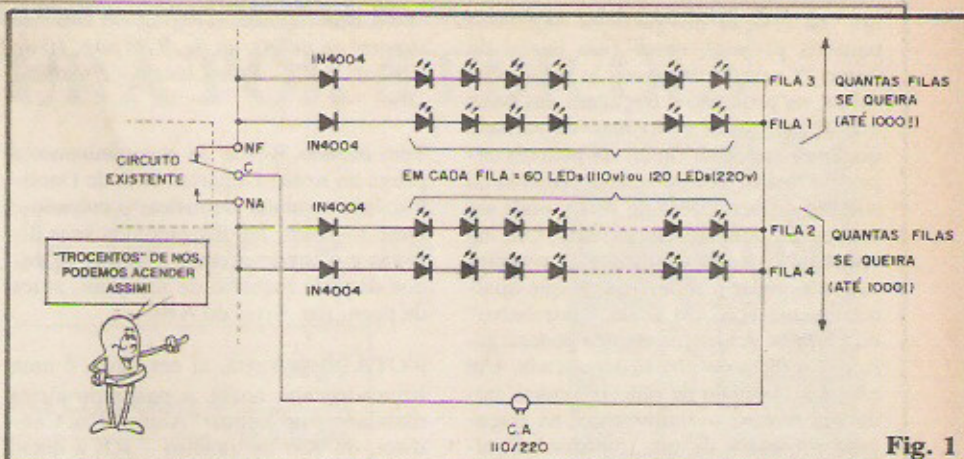

Fig. 1
Não é norma da Seção de CARTAS fazer esse tipo de "atendimento personalizado", Zé, mas como Você "molhou o lenço" direitinho (grande candidato ao Oscar...) e o seu "bom nome" profissional está em jogo, conseguiu emocionar os corações empedernidos da Equipe: a figura 1 dá todas as "dicas" para Você comandar, através dos contatos do relé do seu circuito alternante, e de maneira extremamente simples (na prática Você só precisará dos LEDs, mais alguns diodos comuns...), desde 60 LEDs até (pasmem...) 240.000 LEDs (isso mesmo: **duzentos e quarenta mil LEDs!**). E com um "bônus" representado pela possibilidade de alternar a luminosidade em blocos ou conjuntos de LEDs, ou seja: supondo que Você incorpore 120 LEDs ao sistema, em dois blocos "elétricos" de 60 LEDs cada, quando o bloco "1" acende, o bloco "2" apaga, quando o bloco "2" acende, o bloco "1" apaga, e assim por diante.... Note que o contato Comum (C) do relé deve ser ligado simplesmente a um "polo" da CA local (110 ou 220V). A cada um dos outros dois contatos do relé (**Normalmente Fechado** - NF e **Normalmente Aberto** - NA...) podem ser ligadas quantas "filas" Você queira (Até 1000 "filas" em cada ramal!), sendo cada uma delas formada por 60 LEDs (em rede de 110V) ou 120 LEDs (em rede de 220V), mais um único diodo 1N4004... O "fim" de todas as "filas" deve retornar ao "outro polo" da CA local. O único cuidado será observar a polaridade dos LEDs e do diodo incorporados a cada fila (todos os **catodos** da "fila" apontados para a mesma "direção elétrica"...). Se - por exemplo, Você ficar na disposição básica do diagrama (fig. 1), terá 4 "filas", totalizando 240 LEDs em 110V ou 480 LEDs em 220V, observando que quando acendem as "filas" 1-3, apagam as "filas" 2-4, e assim alternadamente, na razão de frequência que o seu circuito ativa o relé.. Como **cada um** dos contatos do relé pode "suportar" uma corrente de até 10A, e como cada "fila" não demanda mais do que aproximadamente 10mA, uma simples "conta de dividir" mostra que nada menos que 1000 "filas" podem ser incorporadas a **cada** ramal do conjunto! No extremo mais modesto da "coisa", uma única "fila" de 60 LEDs (em 110V), em apenas **um ramal** do arranjo, já dará um bom efeito (só que aí Você não terá a alternância... Apenas um pisca-pisca simples...). De qualquer manei-
- FIG. 1-A - A estrutura básica, já vista, de um arranjo circuitual regulador de tensão, com ZENER... O diodo zener "Z" estabelece a exata "voltagem" de Saída (V_s), enquanto que o resistor "R" delimita as correntes no sistema, adequando o circuito à tensão de Entrada (V_e), à corrente que se espera na Saída (I_s) e à corrente "suportável" pelo próprio zener (I_z), sempre lembrando que a soma de I_z com I_s corresponde à corrente geral de Entrada (I_e). A tensão já regulada de Saída (V_s) "aparece" (pode ser medida...) nos próprios terminais do zener (pontos A-B), e este (com relação aos diodos comuns...) está no circuito posicionado de modo a receber polarização inversa (quem já esqueceu deve voltar às primeiras páginas da presente ABC e ler toda a "Lição" Teórica...).
- FIG. 1-B Quando estudamos os DIODOS comuns ("Aula" nº 3 do ABC) e também nas posteriores explicações dos outros componentes em cujas "entranhas" existem junções semi-condutoras P-N (ou N-P, tanto faz...), vimos que, mesmo quando **diretamente** polarizadas, ou seja: quando aplicamos um potencial **positivo** ao material tipo P e **negativo** ao tipo N, as junções apresentam um "degrau" de tensão a ser vencido... Essa queda de tensão intrínseca, nos diodos comuns de silício (que são os mais usados, atualmente...) situa-se em torno de 0,6 a 0,7V (podendo chegar até a 1,0V em casos mais específicos...). Com tal característica, não é difícil perceber que, na prática, um diodo comum, **diretamente** polarizado, age exatamente como um zener de 0,6V! Estabelece, entre seus terminais de **anodo** e **catodo** uma diferença fixa de tensão, com tal valor (0,6V) de forma bastante estável (desde que seus limites de **corrente** não sejam "forçados" e que - e isso é importante - a temperatura do componente e do ambiente em que o cerca seja razoavelmente estável). A figura mostra a "equivalência simbólica" de um diodo comum, polarizado em sentido **direto**, com um hipotético **zener** de 0,6V (este, obviamente, polarizado no sentido **inverso**, como convém a um zener "de verdade"...). O interessante é que, para todos os efeitos (inclusive para os eventuais cálculos de aplicação) temos um **zener**, de baixo valor de tensão, porém plenamente funcional!